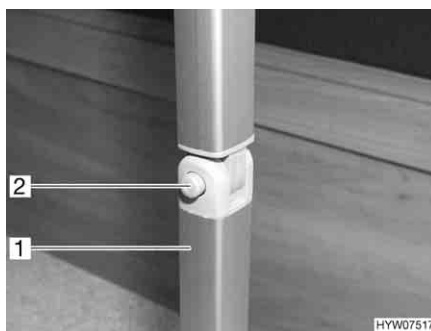

Fig. 27 Supporto snodabile tavolo sospeso
- Premere il bottone di sbloccaggio (Fig. 27,2) e mantenerlo premuto.
- Ribaltare di 90° all'indietro la parte inferiore del piede del tavolo (Fig. 27,1). Il bottone di sbloccaggio scatta di nuovo all'infuori.